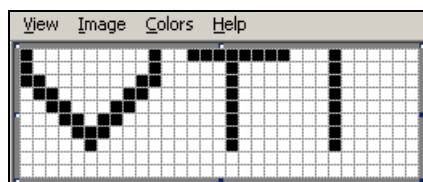

Figura 5-60: Logo creato con Microsoft Paint
- 6 Creare il logo desiderato sulla pagina (vedi Figura 5-60).